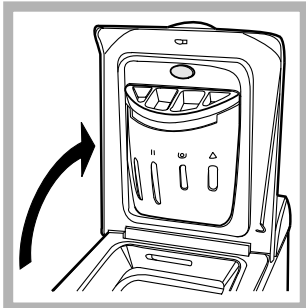

Fig. 1
**A) ABERTURA (Fig. 1)** Levante la tapa externa y ábrala completamente